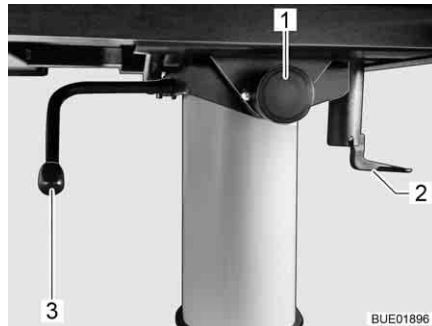

Bild 101 Verstellung Hubtisch
- Den Verriegelungshebel (Bild 101,2) nach unten klappen.
- Verriegelungshebel (Bild 101,2) nach unten klappen.
- Knopf (Bild 101,1) der Verriegelung nach vorn ziehen und Tischplatte nach oben schwenken.
- Den Hebel (Bild 101,3) unter der Tischplatte um 180° im Uhrzeigersinn schwenken. Der Hubmechanismus im Tischfuß wird entriegelt.
- Den Hebel (Bild 101,3) unter der Tischplatte um 180° im Uhrzeigersinn schwenken. Die Tischplatte fährt selbsttätig bis zum Endanschlag nach oben.